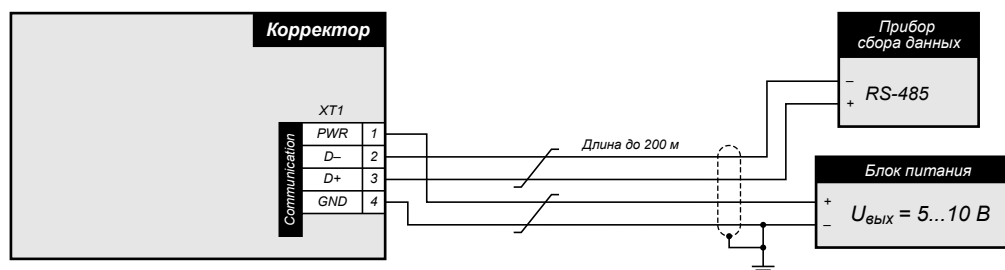

Рисунок 15 Схема подключения линии связи и питания
2.3.7 Линия связи и питания в простейшем случае подключается по схеме, приведённой на рис. 15. На соответствующие контакты соединителя корректора подаётся напряжение питания и линии шины RS-485. Питание прибора должно производиться от источника постоянного тока с напряжением в диапазоне от 4 до 10 В, мощность потребления корректора не превышает 0,5 Вт.